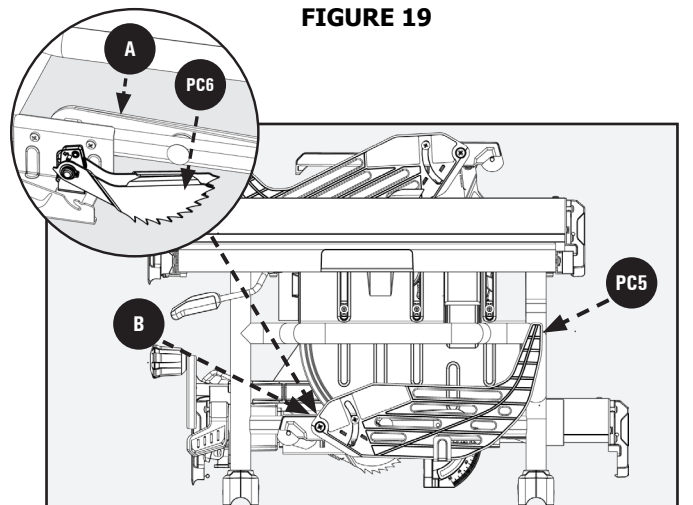

FIGURE 20
3. Détachez les clés intégrées situées sur le côté droit de la scie, derrière la protection de la lame Figure 20 **a** en desserrant et en retirant l'écrou à ailettes M8.
Rangement latéral droit Figure 20 :